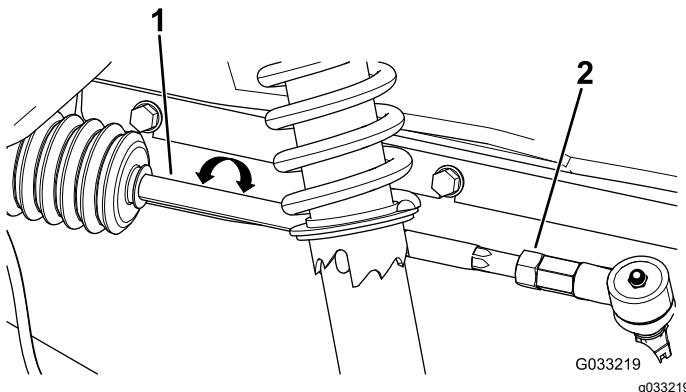

Figure 50
2. Si les mesures ne sont pas comprises entre 0 et 6 mm, desserrez les écrous de blocage aux deux extrémités extérieures des biellettes (Figure 50).